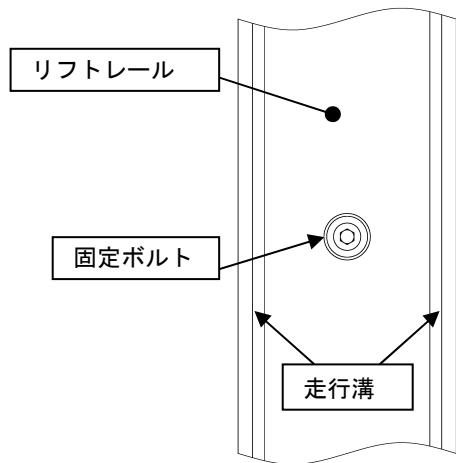

Fig.10 リフトレールの給脂場所
- ・新しいグリース(リチウム石けん基グリース No.1)をレールの走行溝部に塗布してください。(Fig.10)